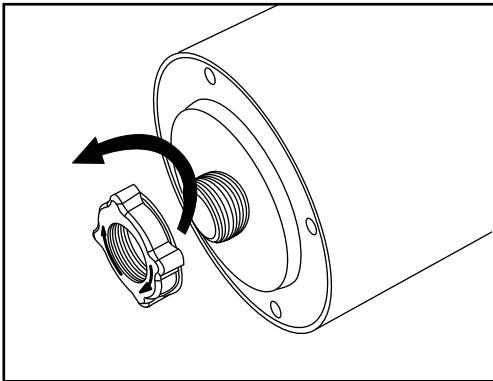

Fig. 3
- Quitar la abrazadera de plástico (F) del aparato (Fig. 3).